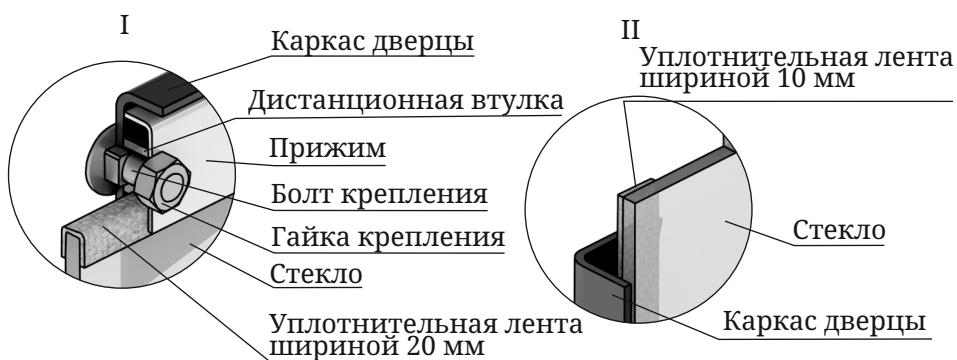

Рисунок 17. Крепление светорозрачного экрана дверцы модификации «Витра»
1. Отверните две гайки, фиксирующие прижим (рисунок 17.I), демонтируйте его и дистанционные втулки.
3. Возьмите новое стекло. Если на нем нет уплотнительных лент, наклейте их, лента шириной 20 мм наклеивается сверху и снизу стекла «П» — образно (рисунок 17.I), лента шириной 10 мм наклеивается вертикально, вдоль боковых сторон стекла (рисунок 17.II).
4. Вставьте стекло в упор, при этом лента, наклеенная с боковых сторон (вертикальная) должна быть зажата между стеклом и каркасом дверцы (рисунок 17.II).